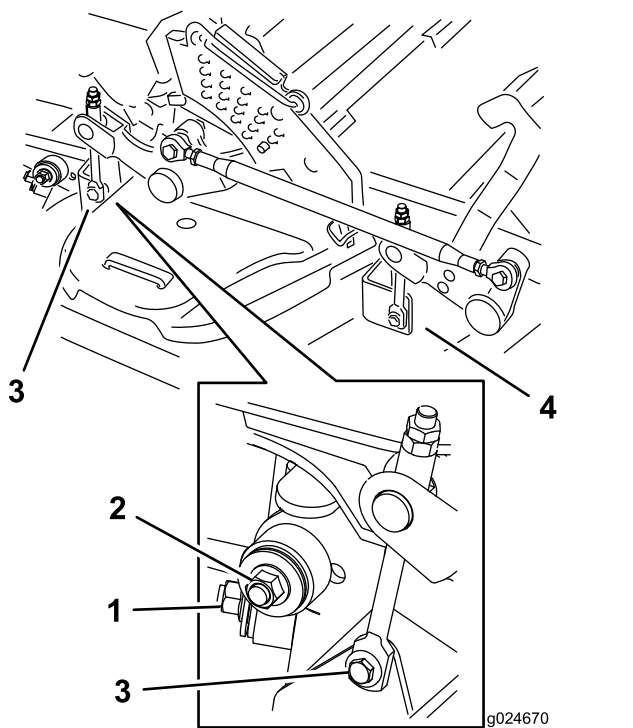

Figura 120
7. Retire y guarde los herrajes de ambos lados de la carcasa, según se muestra en la Figura 120.